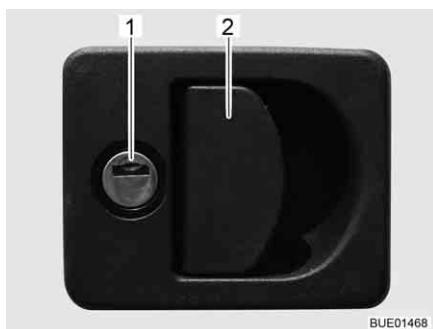

Fig. 37 Serrure du portillon avec poignée
- Insérer la clé dans le barillet (Fig. 37,1) et la tourner d'un quart de tour. La serrure du portillon est déverrouillée.
- Tirer sur la poignée de la serrure (Fig. 37,2). Le portillon extérieur est ouvert.